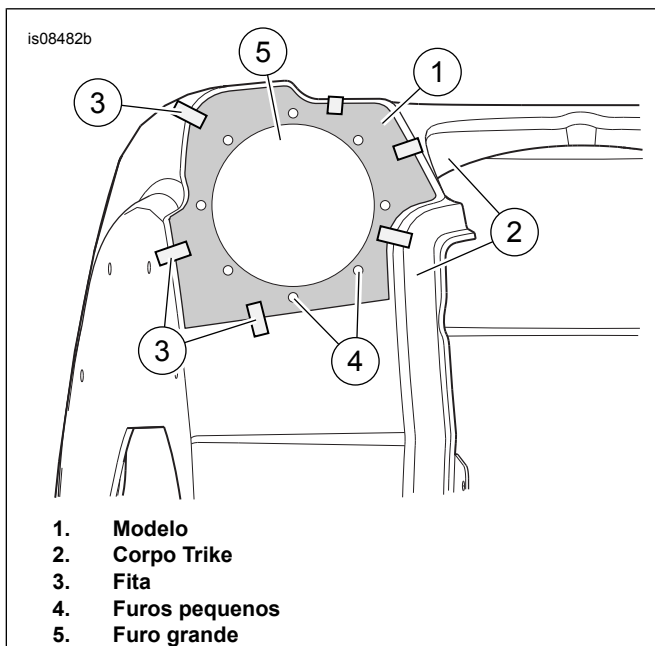

Figura 1. Localização do modelo
1. Ver Figura 1 . Alinhe o modelo (1) com um lado do corpo Trike (2). As bordas do modelo alinham-se às bordas tangentes em torno da carroçaria. Fixe o modelo com fita (3). Marque os locais de perfuração para o oitavo furo (4) pequeno. Marque o furo grande (5) com um marcador de contraste ou lápis à base de graxa.